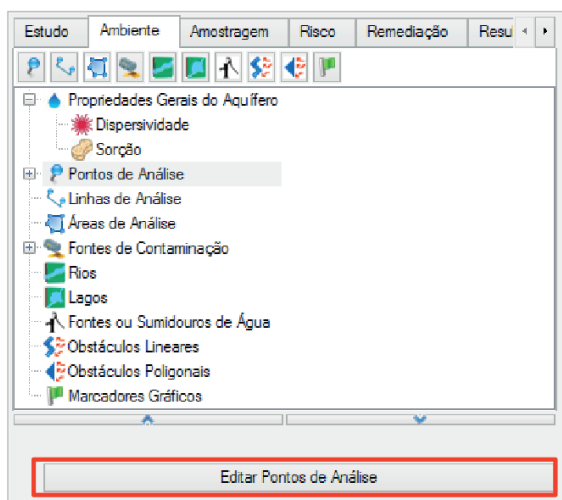

Figura 3.11 Ponto de análise no módulo **Ambiente**.
- **Pontos de Análise:** São utilizados para inserir informações pontuais (carga hidráulica, condutividade hidráulica, porosidade efetiva, densidade do solo e teor carbono orgânico) sobre uma determinada região da área de interesse, as quais podem ser obtidas, por exemplo, por meio dos poços de monitoramento. Para inserir essas informações, é possível optar por adicionar os pontos de análise individualmente, por meio do ícone () no painel de navegação, ou por adicionar os pontos de análise em conjunto, através da opção *Pontos de análise - Editar Pontos de Análise* (Figura 3.11).
Neste momento adicionaremos somente as informações de *Carga Hidráulica*, através da função *Editar Pontos de Análise*, deixando valores nulos para as colunas de Porosidade Efetiva, Condutividade Hidráulica, Densidade do Solo e teor de Carbono Orgânico (Tabela 3.2 e Figura 3.11).